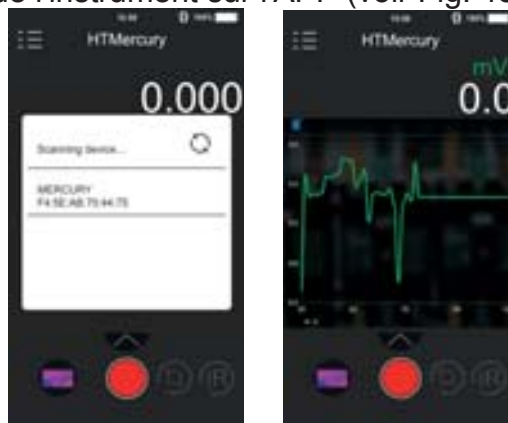

Fig. 48: Communication avec APP HTMercury
4. Effectuer la recherche de l'instrument sur l'APP (voir Fig. 48 – partie gauche)
5. L'affichage en temps réel du signal entrant de l'instrument est présent sur le dispositif mobile (voir Fig. 48 – partie droite) et il est possible de sauvegarder des captures d'écran et d'activer/sauvegarder des enregistrements dans les menus internes de l'APP. Il est également possible de sauvegarder des captures d'écran d'images thermographiques et d'insérer dessus des objets pour une analyse avancée (voir Fig. 49). Voir l'aide en ligne de l'APP pour plus de détails